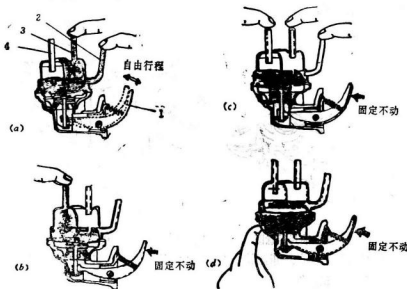

图1-21 检查汽油泵示意图
①检查汽油泵上盖1、上体3和下体12有无裂纹,螺纹(接头)部分是否损伤、销孔是否磨损过度。
②检查膜片14是否损坏、膜片拉杆是否磨损过度。
③检查油阀密封圈 6、油阀 7 的密封情况和工作是否良好。
④检查各弹簧15、16弹力是否减弱,有无腐蚀现象。
⑤检查摇臂17、摇臂连杆19和摇臂销21是否磨损过度。
(10) (图1-21) 为检测判断Y系列汽车汽油泵故障示意图(图中黑色标记表示汽油填满位置)。在检测前先将汽油泵内泵入一些汽油, 以排除油泵空腔内空气和保持阀门油封紧密密封。